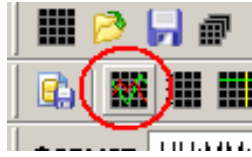

Рисунок 22
1.3. Вызвать меню загрузки данных, воспользовавшись командой "Добавить график" (см. Рисунок 22).